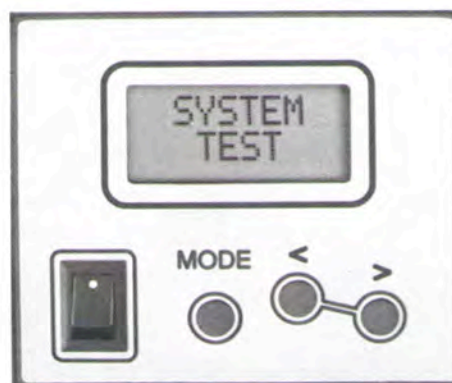

Рис. 22
5. На дисплее появится надпись '**SYSTEM TEST**' («ПРОВЕРКА СИСТЕМЫ») (рис. 22).